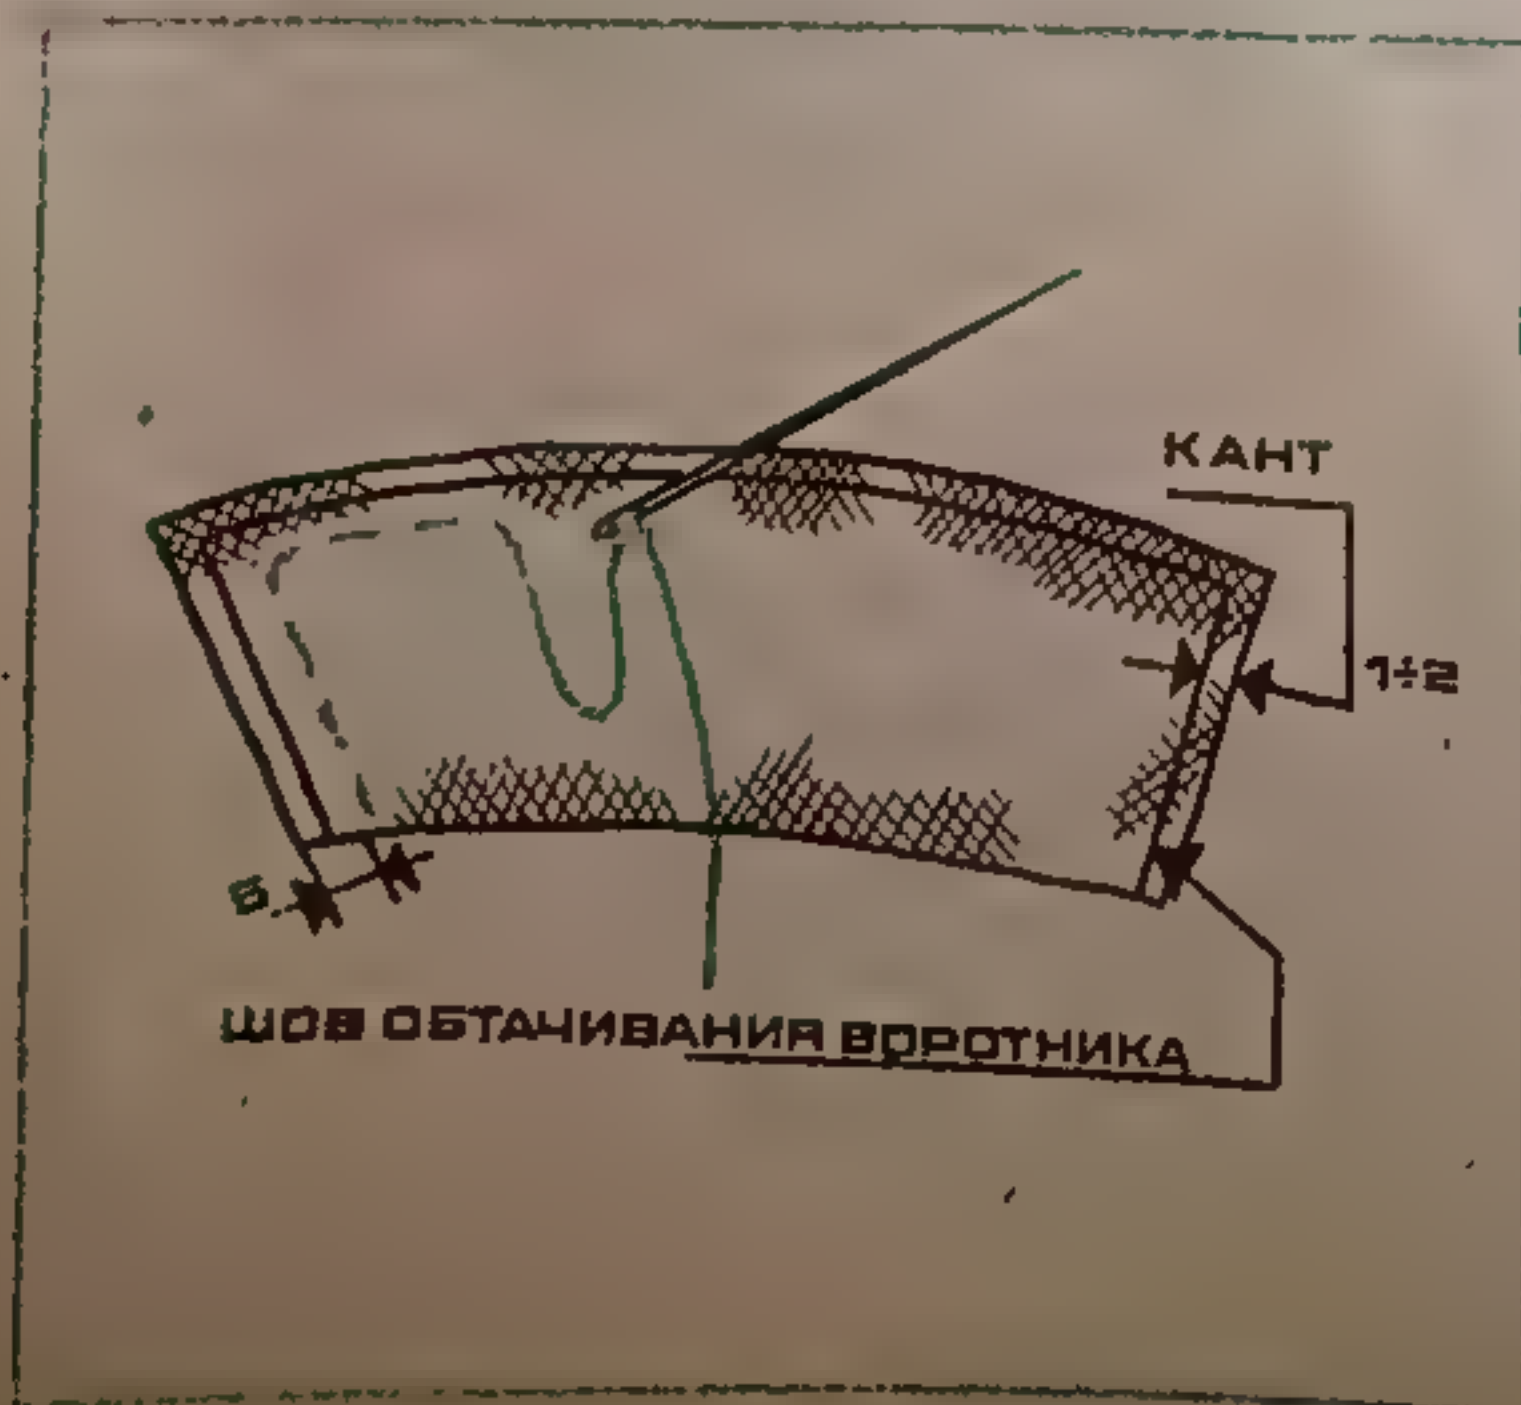

рис. 61.
• Воротник выметать со стороны нижнего воротника прямыми сметочными или косыми стежками на расстоянии 5 мм от отлетного края, образуя кант шириной 1—2 мм из верхнего воротника (рис. 61).